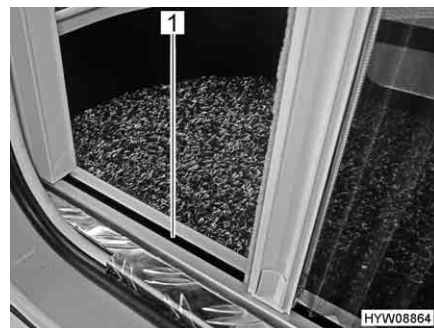

Fig. 62 Guida inferiore della protezione contro gli insetti
- ▷ Durante l'apertura e la chiusura, afferrare la barra di presa con entrambe le mani. In questo modo è possibile limitare la possibilità che la protezione contro gli insetti si inceppi nelle guide (Fig. 62,1).